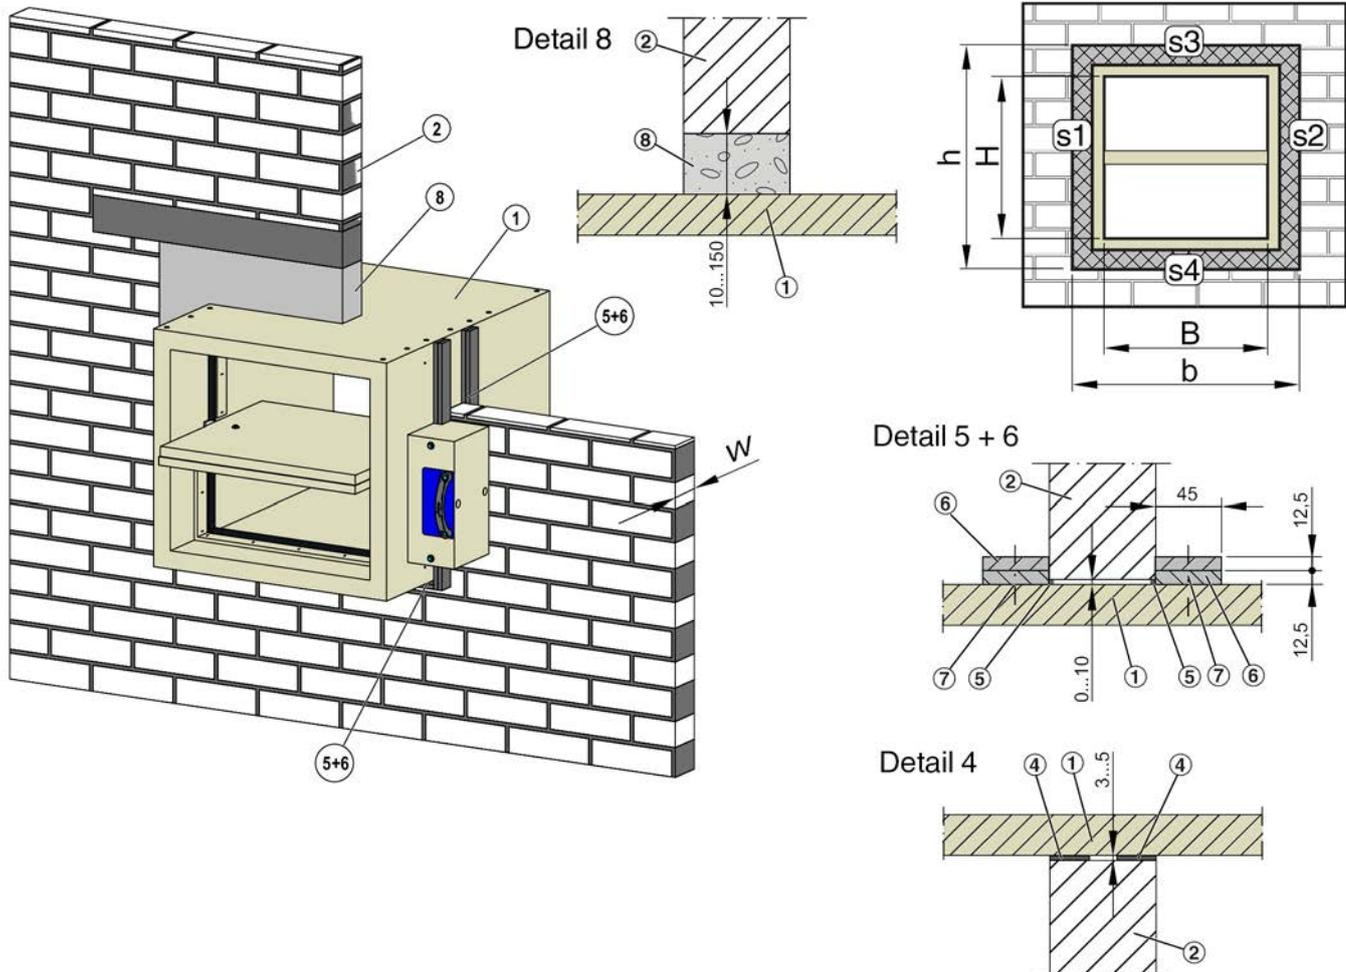

Fig. 13: Montage à sec et en milieu humide sans mortier dans un mur plein, variante de montage 2a, indice de classification : v_{ew}
- Créer une ouverture de montage conformément à Voir la Fig. 13 .